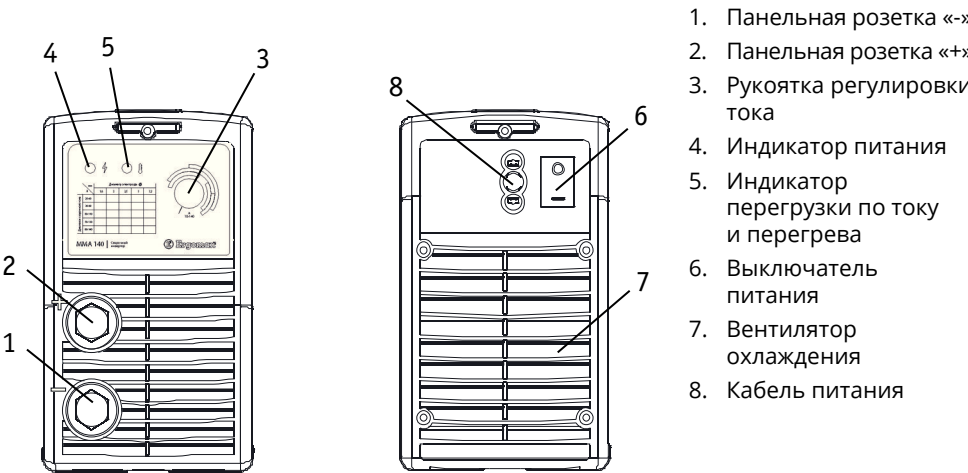

Рис. 1.2
Внешний вид аппаратов и расположение элементов управления показано на **рис. 1.2**.
Включите электропитание с помощью выключателя питания (6) (**рис. 1.2**). Убедитесь, что индикатор питания на лицевой панели аппарата (4) светится зеленым – светодиод сигнализирует о включении аппарата и его исправности.
Установите требуемую величину сварочного тока с помощью ручки управления (3) (**рис. 1.2**) в соответствии с диаметром электрода, пространственным положением шва и типом соединения.
При перегреве аппарата загорается индикатор (5) на лицевой панели (**рис. 1.2**), и процесс сварки автоматически прекращается. При этом работает вентилятор для охлаждения внутренних частей аппарата. Не отключая аппарат, дождитесь, пока внутренняя температура не станет соответствовать стандартному диапазону и погаснет лампа индикатора.
Перед началом работ убедитесь, что решетки вентилятора аппарата (7) (**рис. 1.2**) раскрыты и ничем не заблокированы. Минимальное расстояние между аппаратом и соседними объектами должно составлять 30 см. Хорошая вентиляция является залогом нормальной работы и продолжительной жизни аппарата.